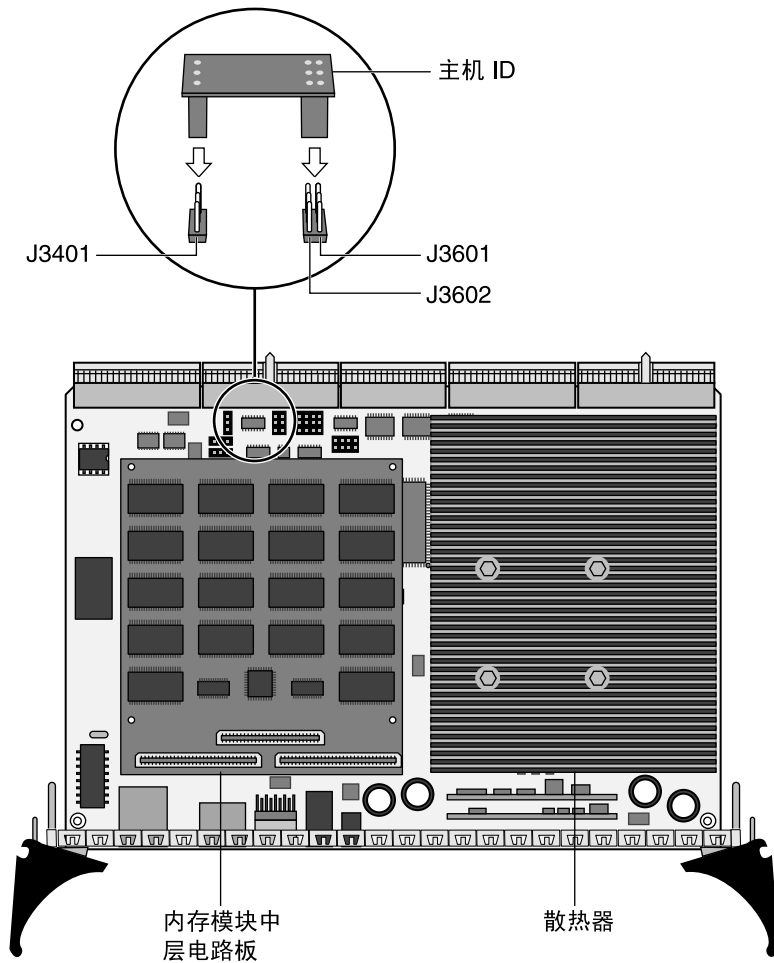

图 1-23 CPU 卡以及主要组件（有内存模块和散热器）
- 内存模块板（请参阅图 1-23）。CPU 卡可以支持至多两块内存模块板。这些板的配置为 64 MB、128 MB、256 MB 或 512 MB。